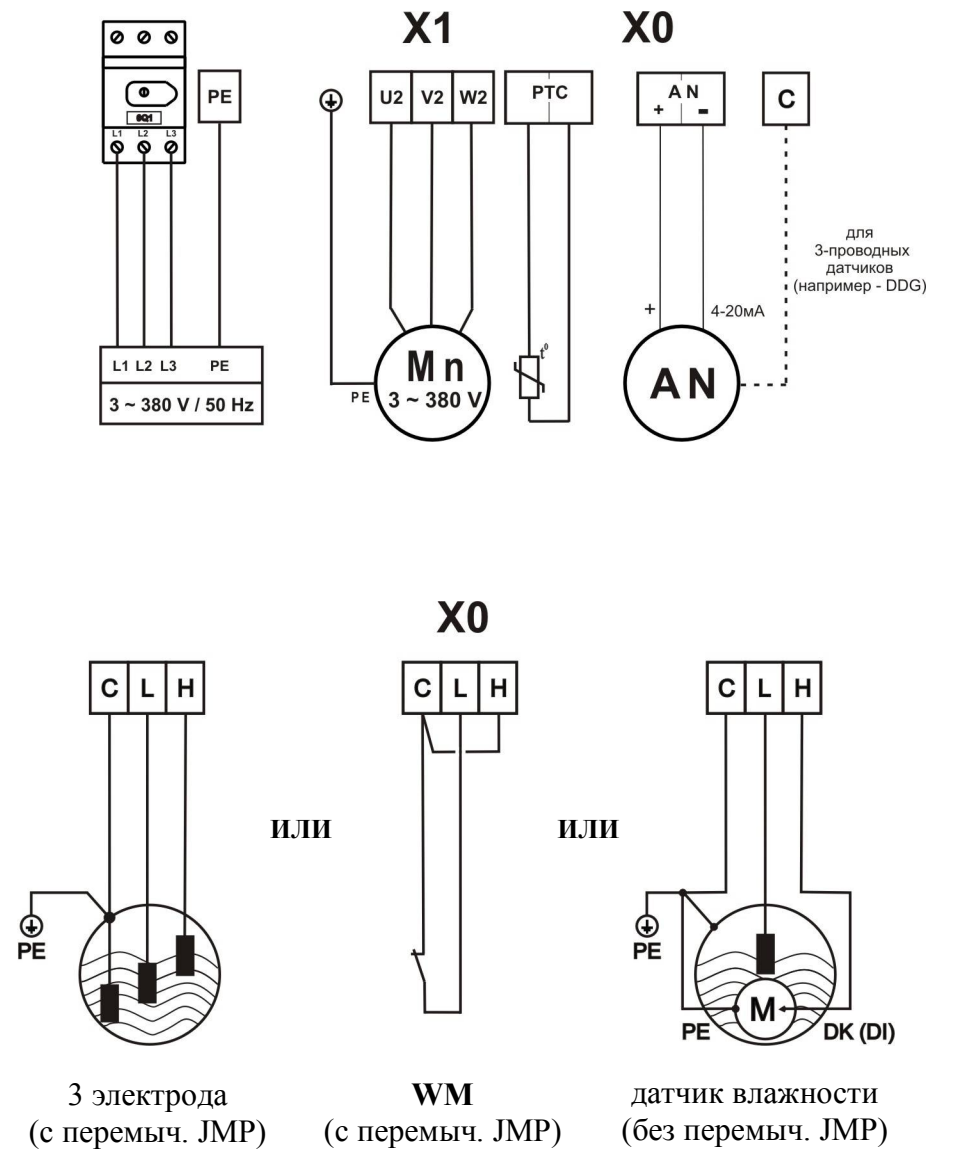

Рис. 3 Подсоединения сетевых контактов и клеммных колодок
6.2 Электрическое подключение (рис. 3)